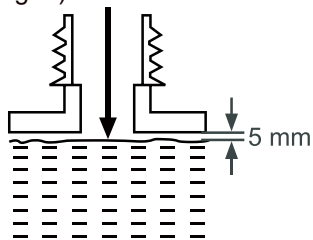

Fig. 8
3. Dévisser et retirer le bouchon du réservoir de carburant (10).
4. Ajouter le carburant approprié dans le réservoir. Laisser au minimum un espace de 5 mm entre le niveau du carburant et le bord intérieur du réservoir pour permettre la dilatation du carburant (Fig. 8).